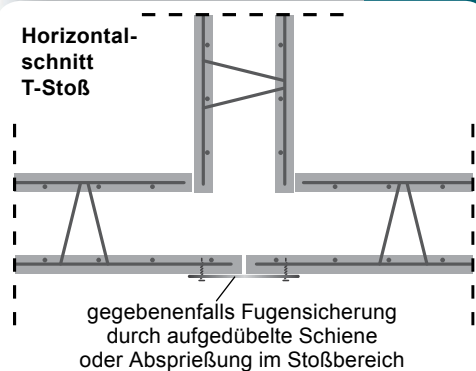

Bild 9
- Bei Fugen im Bereich von T-Stößen ist die Fuge der durchgehenden Wand durch geeignete Maßnahmen gegen Ausweichen infolge des Betonierdrucks zu sichern (s. Bild 9).